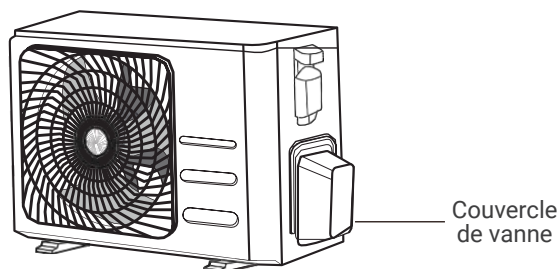

Fig. 5.9
1. Dévissez le couvercle de la vanne à presse étoupe qui se trouve sur le côté de l'unité extérieure. (Voir **Fig. 5.9**).